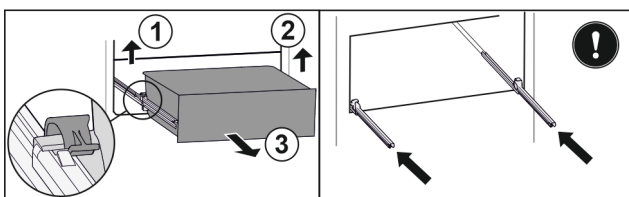

Fig. 113
- ▶ Emelje fel a bal oldali kapcsot, és ezzel egyszerre húzza előre a fiók bal oldalát. Fig. 113 (1)
- ▶ Emelje fel a jobb oldali kapcsot, és ezzel egyszerre húzza előre a fiók jobb oldalát. Fig. 113 (2)
- ▶ Vegye ki a fiókot előre. Fig. 113 (3)